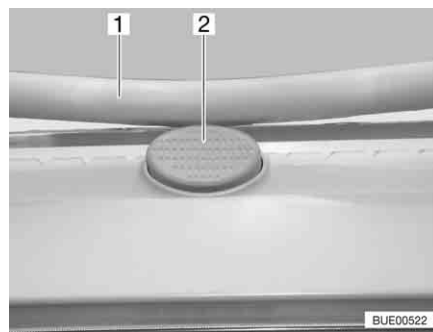

Fig. 66 Botón de seguridad en la claraboya Heki
- Pulsar el botón de seguridad (Fig. 66,2) y tirar la horquilla (Fig. 66,1) hacia abajo con ambas manos.
- Presionar el estribo hacia arriba con ambas manos hasta que la horquilla se encuentre encima del botón de seguridad (Fig. 66,2).